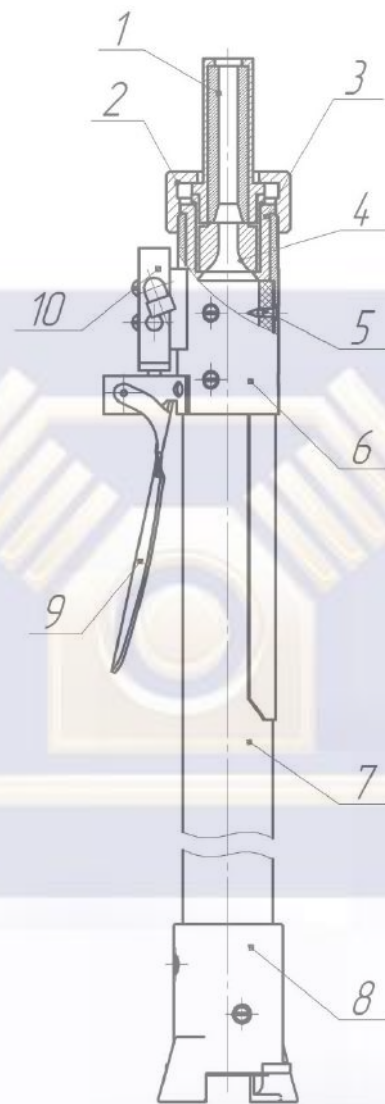
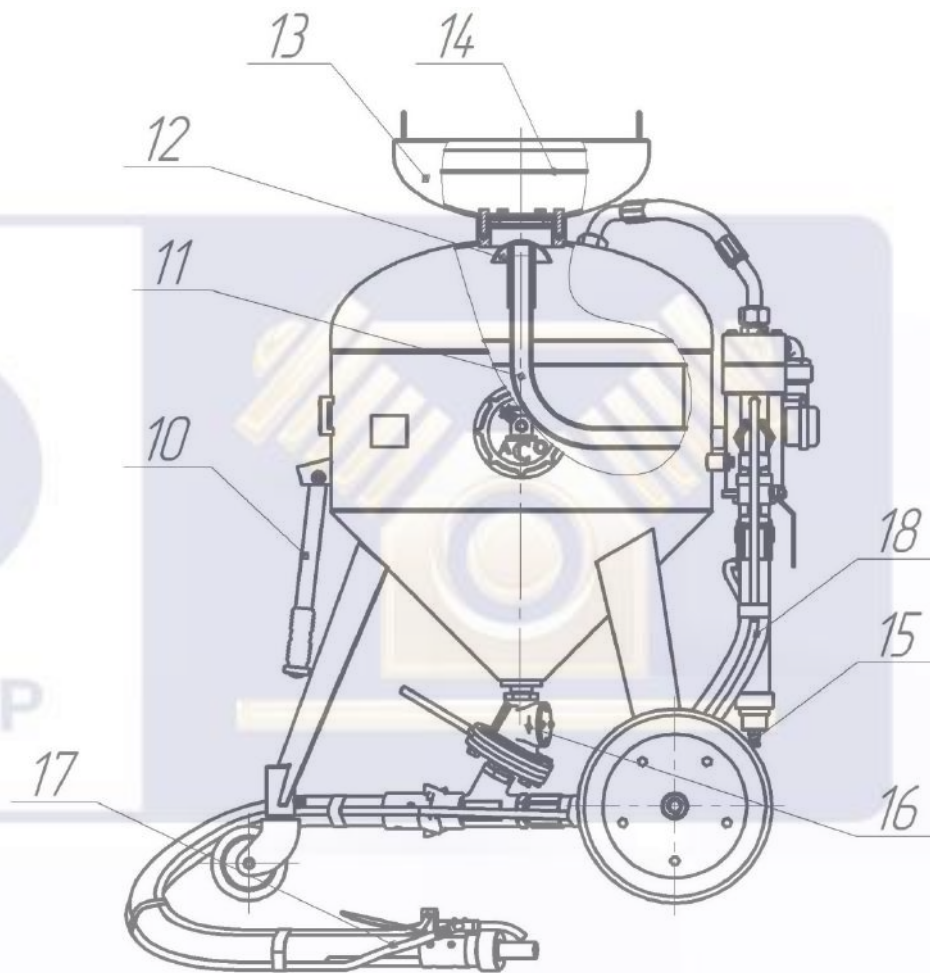
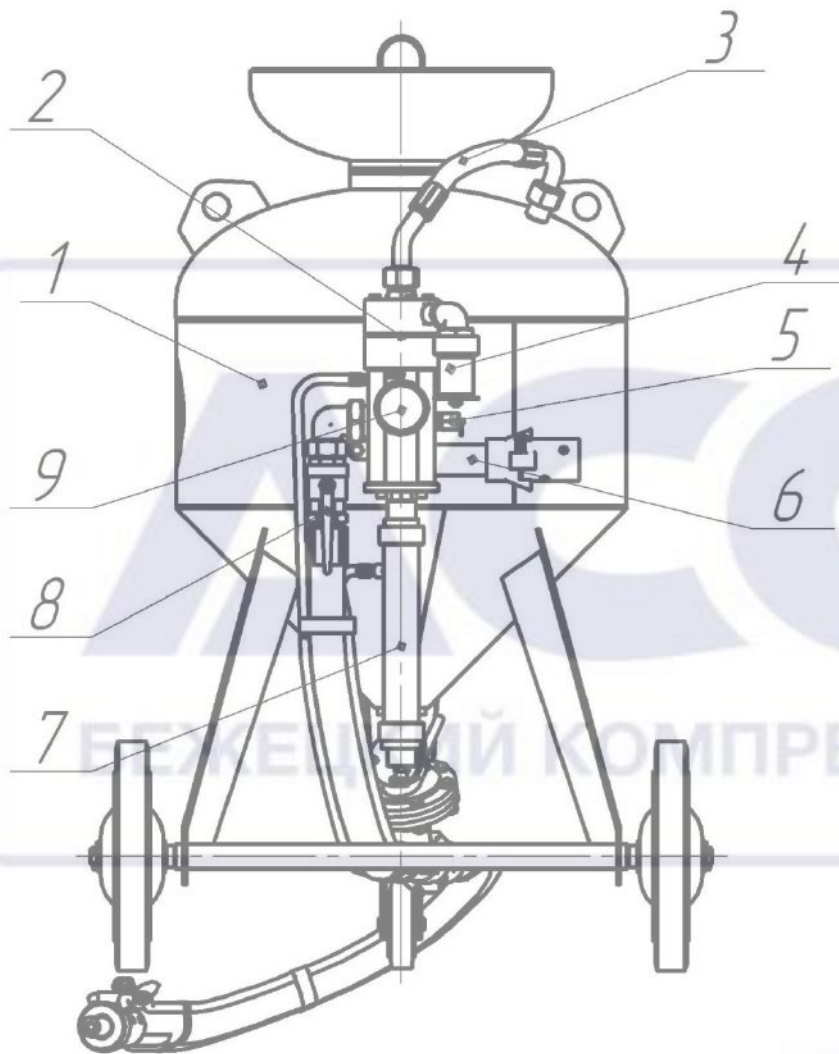

Рисунок 4. Напорный рукав.
Рисунок 2. Аппарат струйной очистки АСО-150.
Рисунок 1. Аппарат струйной очистки АСО-150.
3.1 Аппарат, рис.1, 2 состоит из следующих основных узлов: ресивер 1, загрузочный бункер 13, блок управления 2, дозатор 16, рукав напорный 17, рукава 3, 18.
4.1 Аппарат, рис.1, 2 представляет собой устройство, состоящее из ресивера 1, образующего рабочую камеру аппарата, загрузочного бункера 13 с сеткой 14, дозатора абразива 16, напорного рукава 17 и блока управления 2, обеспечивающего функциональное назначение аппарата.
ВНИМАНИЕ: Ежедневно, по окончании работы, необходимо слить воду из фильтра очистки воздуха 7 (рис. 1,2) через пробку сливную 15, находящийся на днище фильтра.
- 6.10 При незагруженном ресивере подать сжатый воздух в аппарат через патрубок 6 (рис.1). Нажимая на ручку 9 (рис.4) пневмораспределителя 10 убедиться в надежном срабатывании поршней блока управления, клапана загрузки, герметичности соединений рукавов и трубопроводов.
- 6.11 Отпустить ручку 9 (рис.4) и убедиться, что сжатый воздух из ресивера стравился в атмосферу через глушитель 4 (рис.1) и загрузочный клапан 12 (рис.2) опустился вниз, освободив загрузочное отверстие.
7.2 Рычагом дозатора 16 (рис.2) отрегулировать количество подаваемого абразива. Перемещение рычага «влево» - увеличивает подачу абразива, «вправо» - уменьшает подачу.